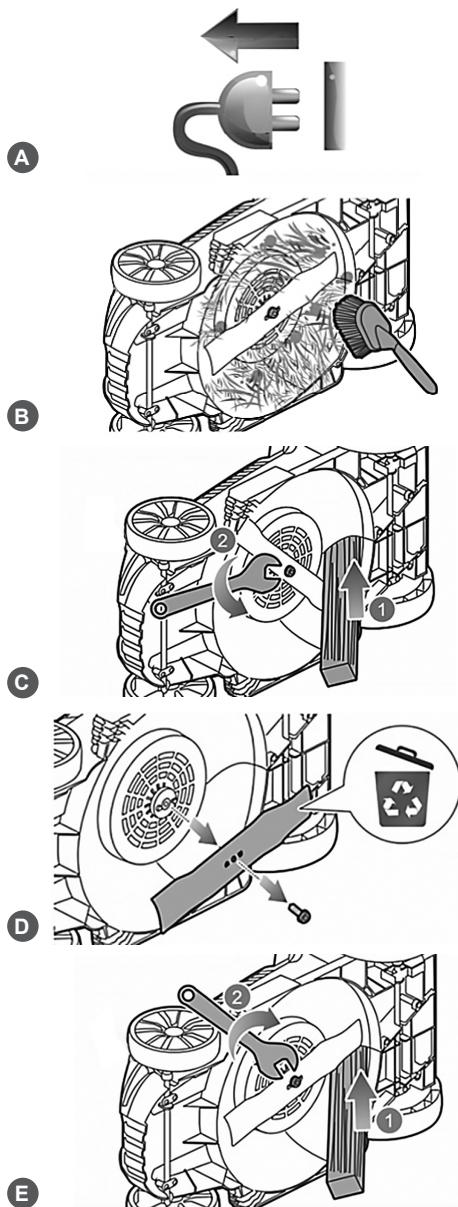

Рис. 18 Замена ножа
2. Возьмите одной рукой нож и крепко держите, или установите деревянный бруск 1 и зафиксируйте нож от проротации (Рис. 18).
3. Установите гаечный ключ 2 (в комплектность не входит) и открутите против часовой стрелки болт крепления ножа (Рис. 18).
5. Установите новый нож на адаптер 2 (Рис. 18) так, чтобы:
6. Возьмите одной рукой нож и крепко держите, или установите деревянный бруск 1 и зафиксируйте нож от проворачивания (Рис. 18).